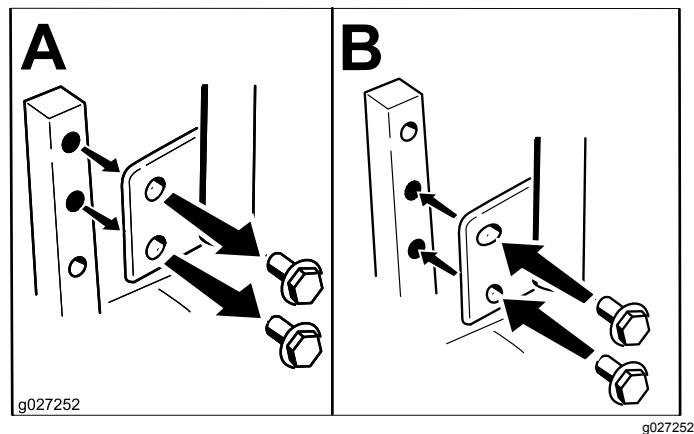

Figure 14
Vous pouvez ajuster la hauteur des leviers de commande de déplacement en fonction de votre taille (Figure 14).
2. Desserrez le boulon inférieur jusqu'à ce qu'il soit possible de faire pivoter le levier de commande en avant ou en arrière (Figure 14).